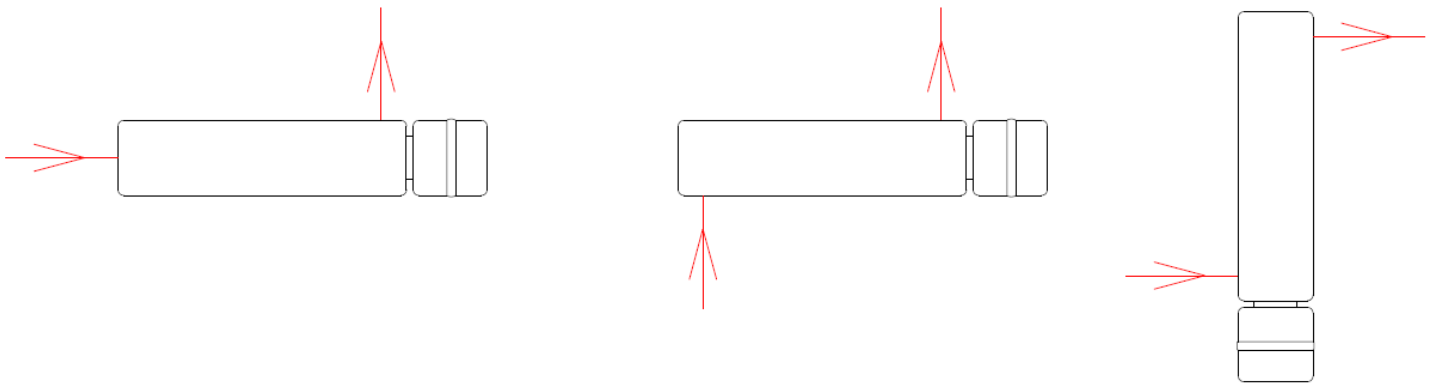

Abbildung 3
Hier stehen die empfohlenen Möglichkeiten des Hydraulikanschlusses mit der Kennzeichnung der Strömungsrichtung von Heizmedium (Abbildung 3). Bei der vertikalen Installation ist nur die Stellung mit der Abdeckung der Elektroinstallation in Richtung nach unten möglich, damit die Entlüftung des gesamten Volumens der bivalenten Quelle möglich ist.
- Montagepositionen bzw. -stellungen – waagrecht oder senkrecht von unten (Kapitel 2.1, Abbildung 3).